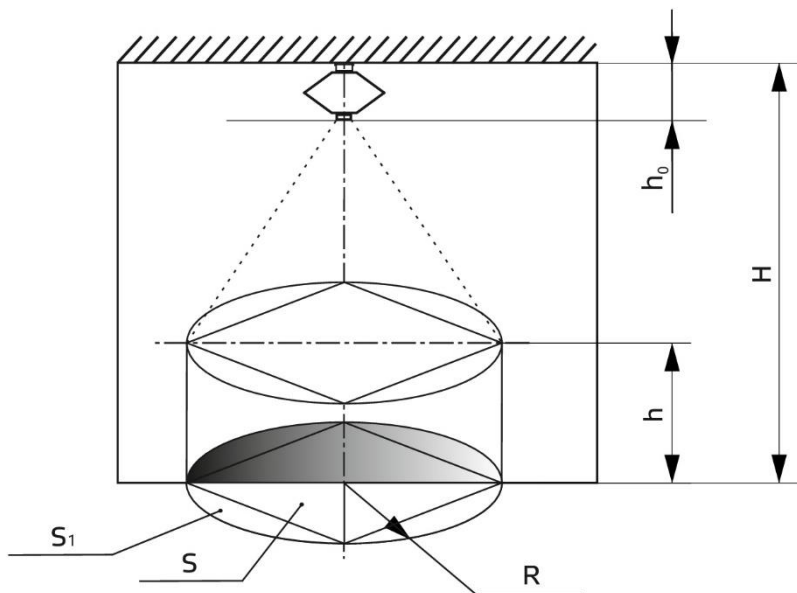

Рис. 1. Размещение МПП «Гарант-5» при тушении очагов пожара класса «А» и «В» на защищаемой площади и в объеме.
1. Защищаемая площадь имеет форму круга, с размещением выпускного узла модуля над его центром (рис. 1).